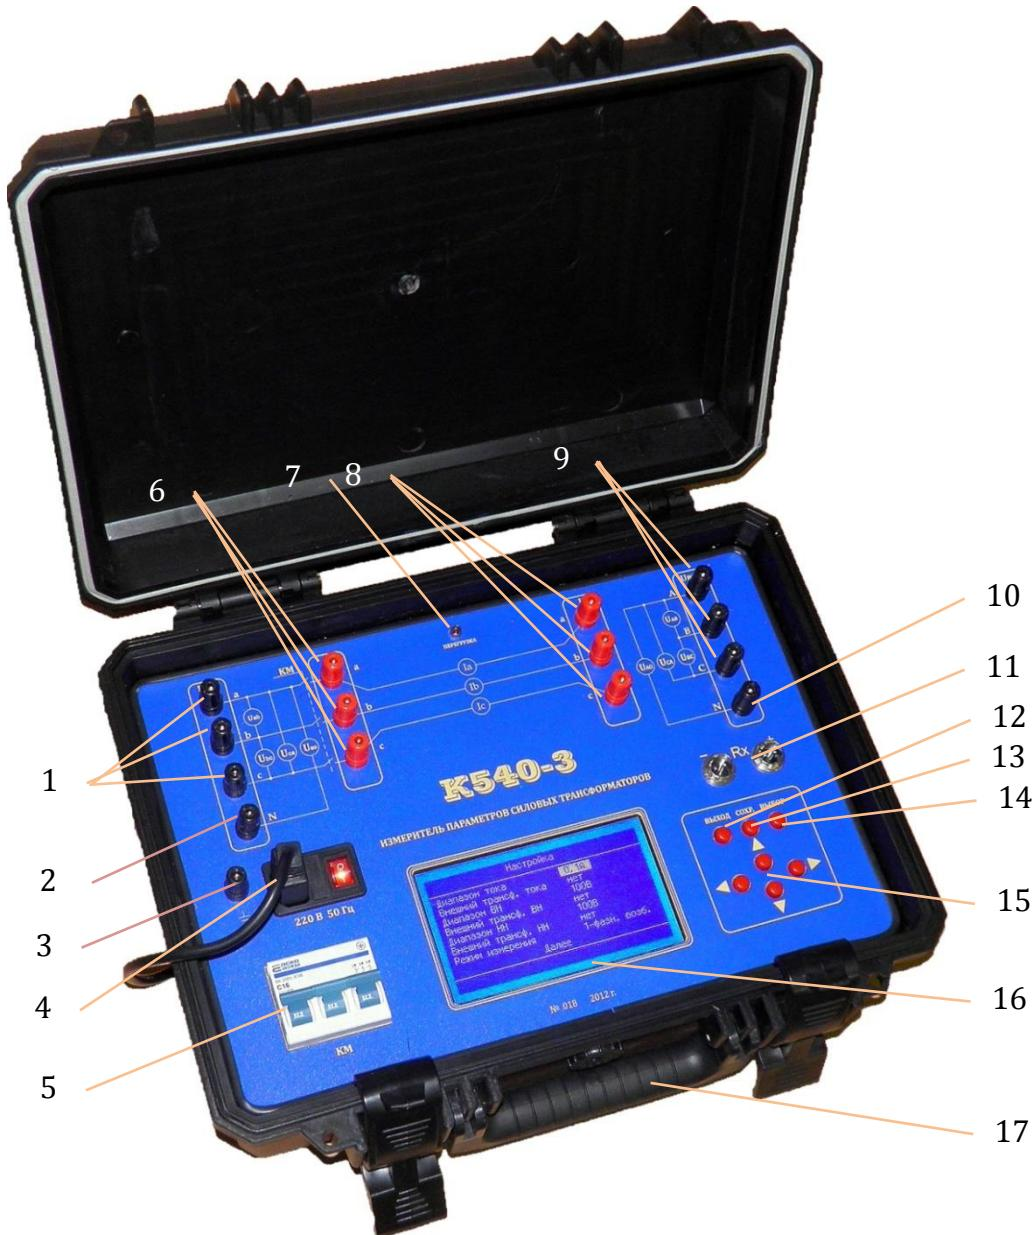
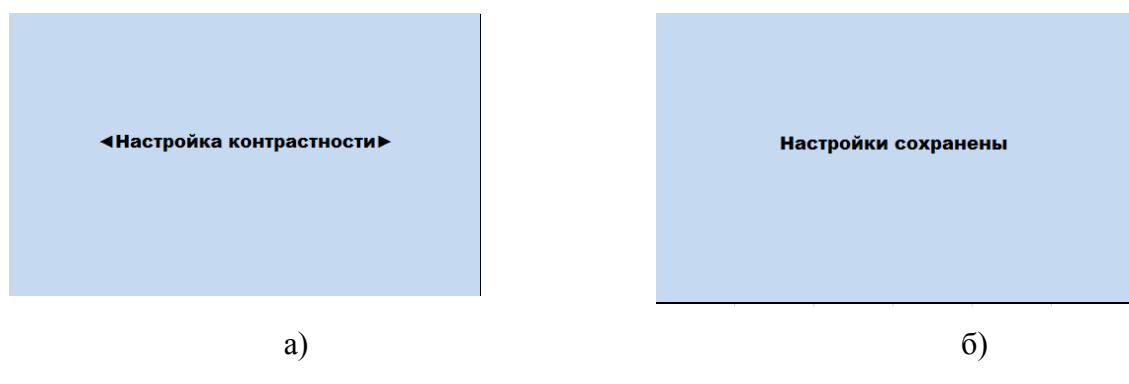
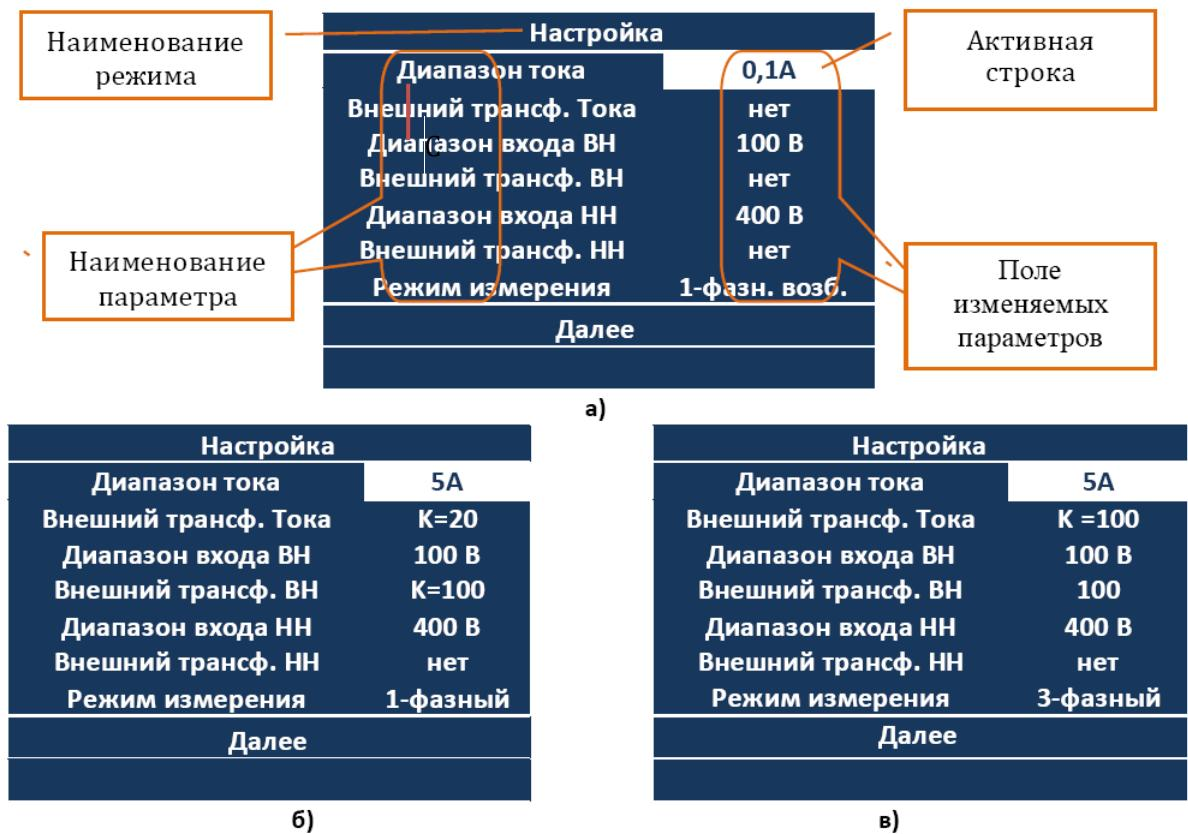

Рисунок 1.1 - Внешний вид прибора K540-3.
Рисунок 5.2
Рисунок 5.3
1.6.4 В случае возникновения перегрузки измерителя по любому из каналов измерения следует немедленно снизить напряжение возбуждения до значения, не приводящих к перегрузке. Факт наступившей перегрузки индицируется на индикаторе измерителя и дублируется светодиодным индикатором красного цвета **Перегрузка 8** (рисунок 1.1).
1.6.5 Не отключать под током выключатель **КМ 3**, рисунок 1.1. Отключение производить только при снятом напряжении $U_{\text{нн}}$.
5.1 Подключить проводом сетевым измеритель к промышленной сети 220 В, 50 Гц. Включить измеритель, установив выключатель «СЕТЬ» 5 (рисунок 1.1) в положение "1". На индикаторе кратковременно появится сообщение, как на рисунке 5.1, информирующее о версии разработки прибора. В это же время происходит выполнение микропроцессором прибора инициализации, автокалибровки и других служебных процедур.
5.2 В случае неудовлетворительного качества изображения на индикаторе, следует нажать кнопку «ВЫХОД» 12 (рисунок 1.1) и кнопками «►», «◀» добиться удовлетворительного для восприятия изображения (рисунок 5.2а). Нажатие кнопки «СОХР.» позволит сохранить сделанные настройки (рисунок 5.2б) и через несколько секунд на индикатор выводится основное меню настроек (рисунок 5.3).
5.2.1 Меню настройки измерителя, рисунок 5.3, содержит следующие пункты, см.табл.1. Конкретное значение числовых полей может отличаться от приведенных, т.к. параметры настроек в Вашем измерителе могут быть иными и они сохраняются до следующего изменения (например варианты на рисунке 5.3а, б ,в).
Проверьте соответствие настроек требуемым. В случае необходимости внесите изменения. С помощью кнопок « \blacktriangle », « \blacktriangledown » выполняется перемещение по строкам. Активная строка (рисунок 5.3а) инверсно отображается в поле изменяемых параметров. Кнопками « \blacktriangleright », « \blacktriangleleft » произвести необходимую настройку выбранного параметра измерителя в пределах показанных в табл.2. Нажатие кнопки «ВЫБОР» завершает ввод и возвращает к режиму выбора параметра. Для сохранения всех сделанных изменений нажмите кнопку «СОХР».